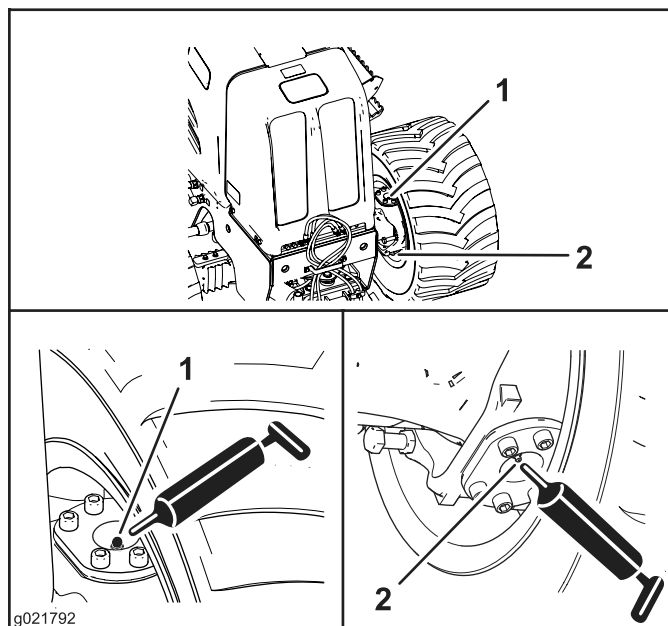
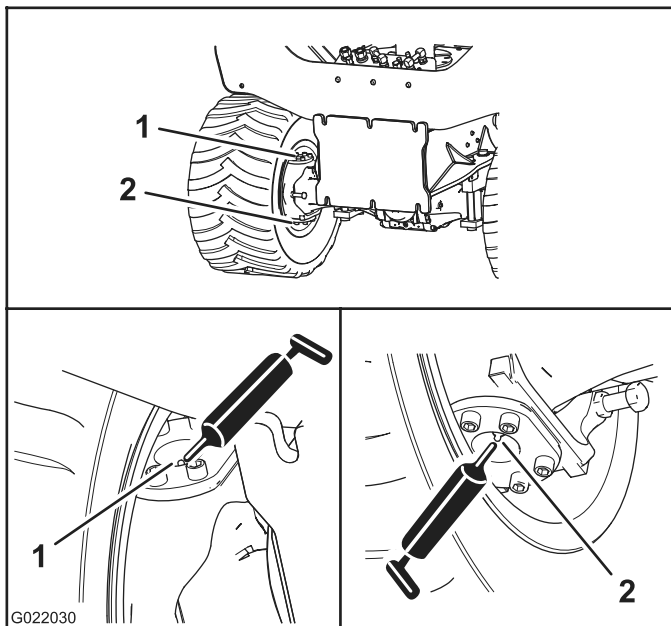

Figura 30
Figura 31
2. Collegate un ingrassatore a pressione sui raccordi di ingrassaggio per i perni superiori e inferiori; applicate 2 o 3 pompaggi di grasso a ciascun raccordo (Figura 30 e Figura 31).